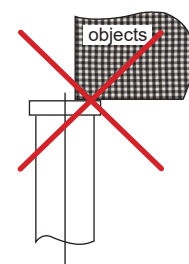

Fig. 2
- Rör aldrig säkerhetsventilen (18), den har justerats i fabrik för att förhindra överbelastning. Komponenterna 10, 11, 18, 19, 20, 21 är samtliga delar som tillhör överlastskyddet.
- Lyft aldrig på topplattans ytterkant (Fig. 2). Lasten skall alltid vara centrerad till domkraftens centrumlinje.